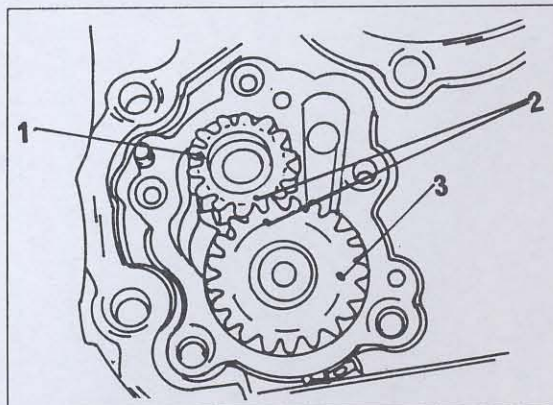

Bild 133
- **Beim Benzinmotor** die beiden Zahnräder von der Rückseite des vorderen Gehäuses einsetzen und die Zahnräder durchdrehen, bis sich die beiden Steuerzeichen in der in Bild 133 gezeigten Weise gegenüberstehen. Die Zahnräder gut einölen und den Pumpendeckel über die Zahnräder setzen. Die Schrauben mit 11 - 13 Nm anziehen.